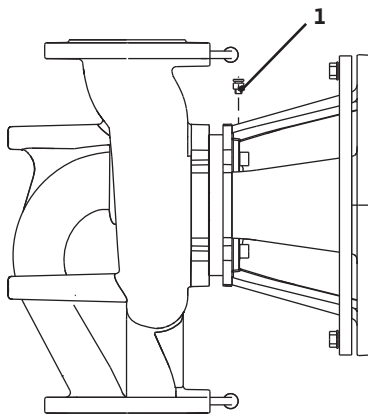

Fig. 38: Lufteventil
- Luften pumpen ved å løsne lufteventilene (fig. 38, pos. 1). Tørrgange ødelegger pumpens mekaniske tetning. Ikke luft differensialtrykk-transmitteren (fare for ødeleggelse).